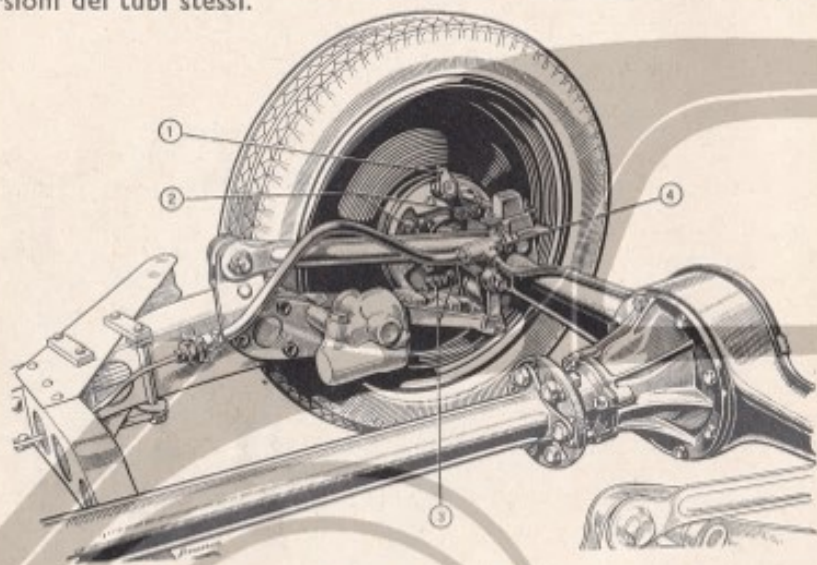

Fig. 31. — Particolare di una ruota posteriore.
regolarla agendo mediante gli ecentrici superiori (2) d'appoggio delle ganasce (fig. 31), in modo da portare a 0,25 mm all'incirca il giuoco fra guarniture e tamburo in corrispondenza degli ecentrici suddetti. È però da tener presente che tale operazione può essere eseguita soltanto presso le Stazioni di Servizio che posseggono la necessaria attrezzatura.